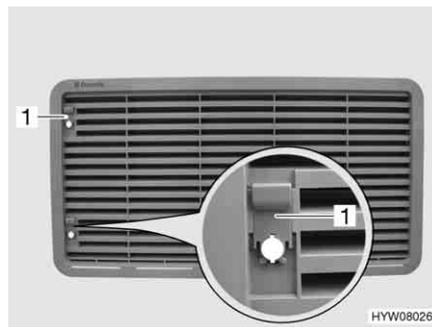

Bild 187 Kühlschrank-Lüftungsgitter (mit Schieber)
- Schieber (Bild 187,1) nach oben schieben.